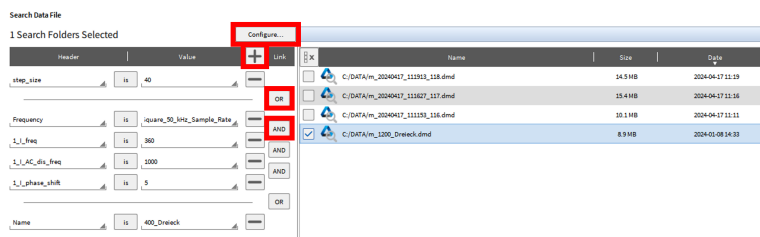
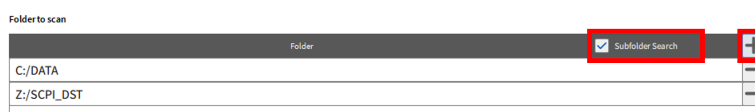

Abb. 3.16: Suche Dateien Filter Optionen
Abb. 3.17: Konfiguriere Ordner und optional Unterordner für die Dateisuche
7. Der „*Suche Dateien...*“-Button öffnet ein Dialogfenster mit AND, OR Bedingungen. Diese Bedingungen können nicht verschachtelt werden. Um von AND auf OR zu wechseln, kann einfach auf AND geklickt werden (siehe Abb. 3.16).
- Drücken Sie „Konfigurieren...“ (siehe Abb. 3.16), um weitere Ordner für die Dateisuche auszuwählen und etwaige Unterordner in die Suche einzubinden (siehe Abb. 3.17).